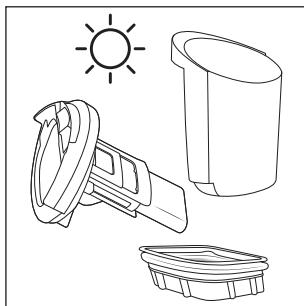

Abb. 27
- ♦ Lassen Sie den Schmutzfilter **10**, den Schmutzwasserbehälter **2** und den Deckel des Schmutzwasserbehälters **9** vollständig trocknen (siehe Abb. 27).